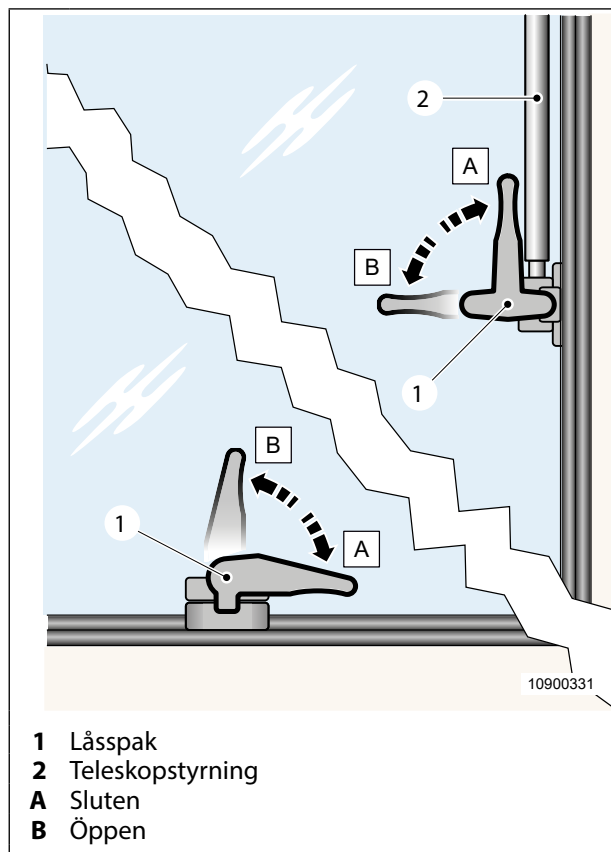

Fig. 18 Öppna/stänga fönstret
1. Vrid låsspaken (Fig. 18, pos. 1) till läge B.
2. Öppna fönstret till önskat läge. Teleskopstyrningen (Fig. 18, pos. 2) hakar automatiskt i.
3. Vrid låsspaken (Fig. 18, pos. 1) till läge A.